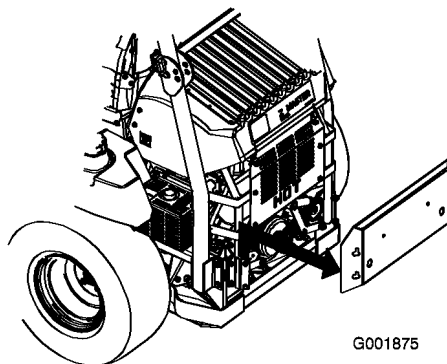

Figura 61
3. Togliete il pannello posteriore del motore (Figura 61).